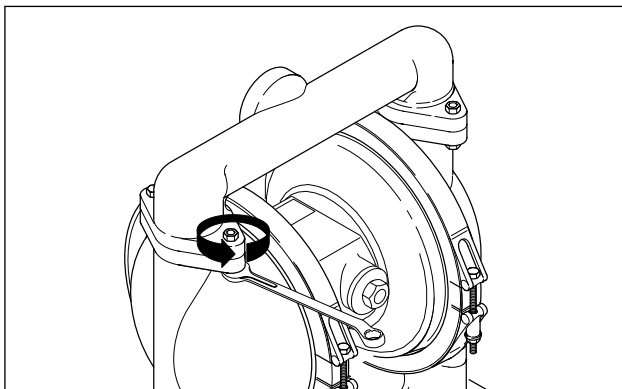

Fig. 8: Remover bocal de aspiração e de pressão.
- Desenroscar os parafusos e desmontar os bocais de pressão e de aspiração (Fig. 8).